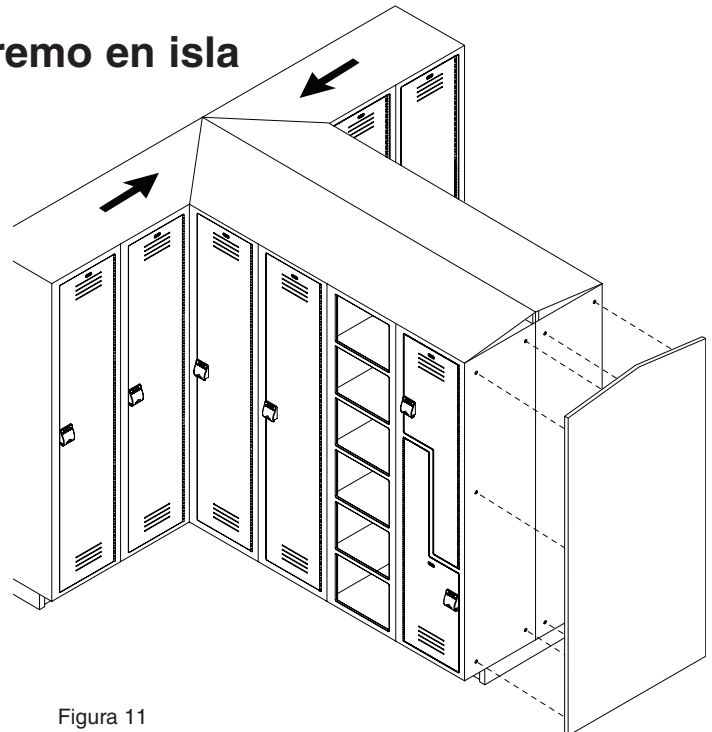

Figura 11
2. Fije el panel del extremo al casillero con los tornillos n.º 6 x 5/8" proporcionados (consulte la Figura 11).